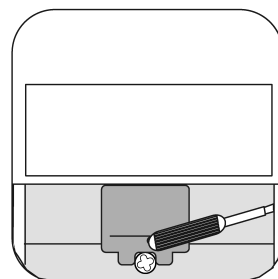

Bild 13: Demontage Designabdeckung Serie CD/LS
- Designabdeckung vorsichtig mit Schraubendreher entfernen (Bild 13).